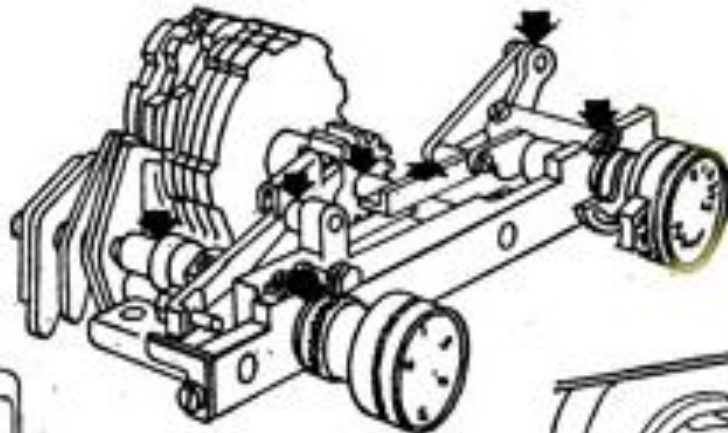

Рис. 19
7.3. Места смазки механизма зигзага (рис. 19)